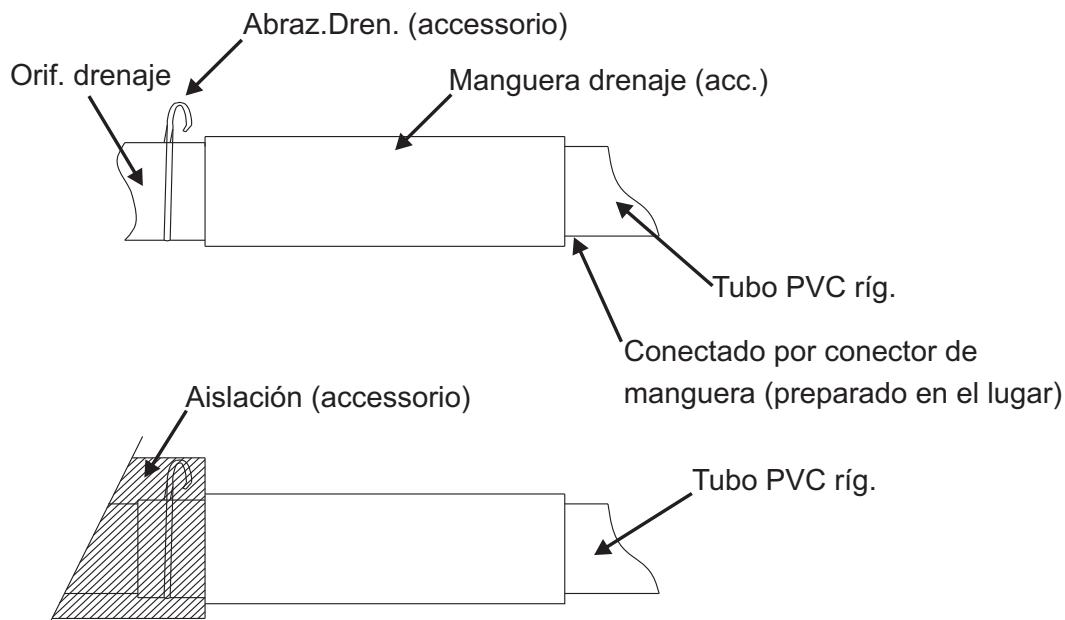

Fig.12
3. Inserte la manguera de drenaje hasta conectar correctamente a la abertura de drenaje, y luego fíjela firmemente con la abrazadera (accesorio). (Fig. 12).
4. Despues de verificar el drenaje, envuelva la manguera con la aislación y abrazaderas (accesorio). ( Fig.12)